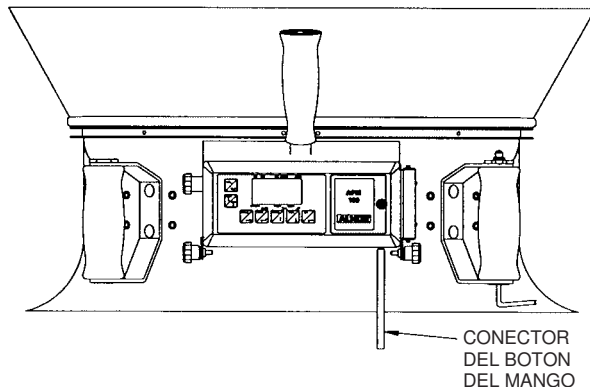

Figura 6—Colocación del conector del botón Holc
- 9: Revise que el conector del botón sobre el mango izquierdo esté colocado al modulo del sensor como se muestra en Figura 6.